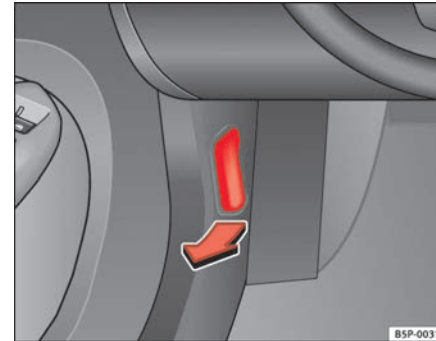

Abb. 160 Ausschnitt aus dem Fußraum auf der Fahrerseite: Entriegelungshebel für die Motorraumklappe
- Ziehen Sie den Hebel unter der Instrumententafel ⇒ **Seite 219, Abb. 160** in Pfeilrichtung. Die Motorraumklappe wird durch Federwirkung entriegelt ⇒ .